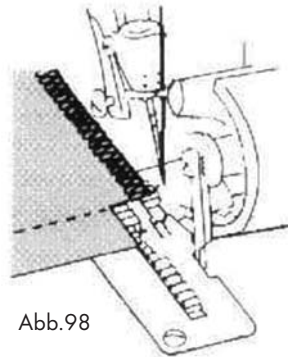

Abb.98
4. Ziehen Sie das Nähgut soweit nach hinten, dass sich der Faden löst, der vom Finger der Stichplatte 18 gehalten wird. (Zur besseren Erkennbarkeit ist auf der nebenstehenden Zeichnung der Nähfuß 21 nicht dargestellt - Abb. 98).